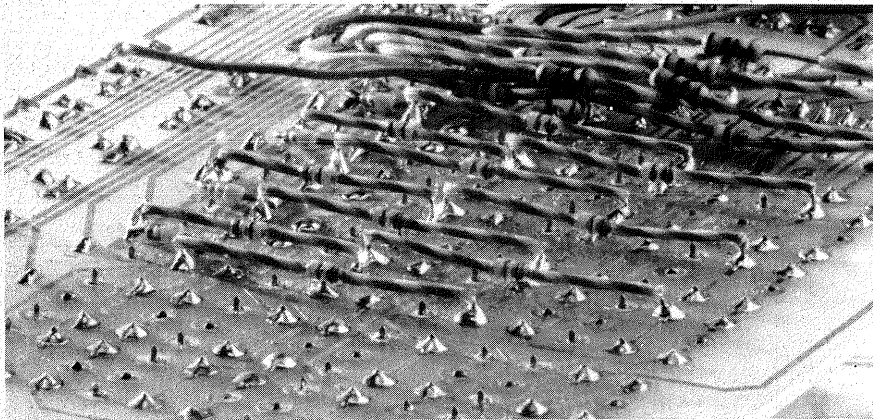

Bild 12.16 Lage der Dioden unter den Tastern
2. Löten Sie die acht Tasterdioden ein, welche die Taster „8“ bis „F“ an die Taster „0“ bis „7“ koppeln (Bild 12.16). Deren Anschlußdrähte sollten Sie isolieren, am besten mit Rüsenschlauch (Leinengewebeschlach). Die Abstände zwischen den Lötaugen für die acht Dioden betragen 30 mm. Da die Diodenkörper 3 mm lang sind, benötigen Sie knapp 27 mm lange Isolierstücke: